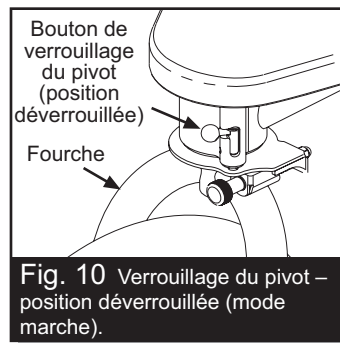
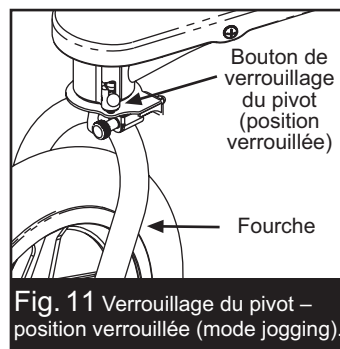

Fig. 10 Verrouillage du pivot – position déverrouillée (mode marche).
Fig. 11 Verrouillage du pivot – position verrouillée (mode jogging).
6. VERROUILLAGE DU PIVOT : La poussette Revolution offre le choix de deux modes d'utilisation. La poussette peut être utilisée comme poussette à roue pivotante (mode marche) lorsque le bouton de verrouillage du pivot est en position déverrouillée (Fig. 10) ou bien comme poussette à roue fixe (mode jogging) lorsque le bouton de verrouillage du pivot est en position verrouillée (Fig. 11). Pour passer du mode marche au mode jogging, soulevez le bouton de verrouillage et glissez-le (Fig. 10) jusqu'en haut, au fond à droite. Relâchez ensuite le bouton, il s'enclenchera automatiquement. Ensuite, faites tourner la fourche jusqu'à ce que la goupille s'engage et bloque la fourche en position. Vous pouvez maintenant utiliser votre poussette en mode jogging. Pour remettre votre poussette en mode marche, soulevez le bouton et tournez-le vers la gauche.